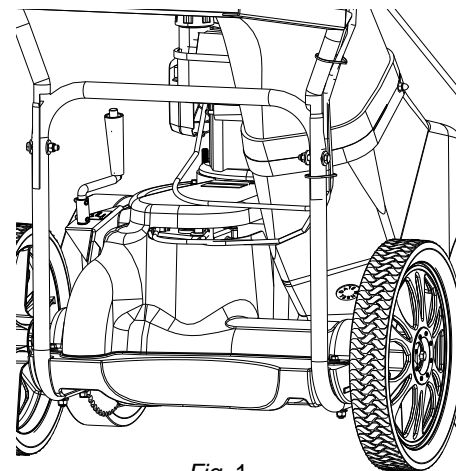

Fig. 1
1. Fissare il gruppo della calotta all'alloggiamento e tenere in posizione durante il passaggio 2. **NOTA:** accertare che tutti i cavi corrano lungo il lato inferiore della calotta e dell'alloggiamento. (v. Fig. 1).